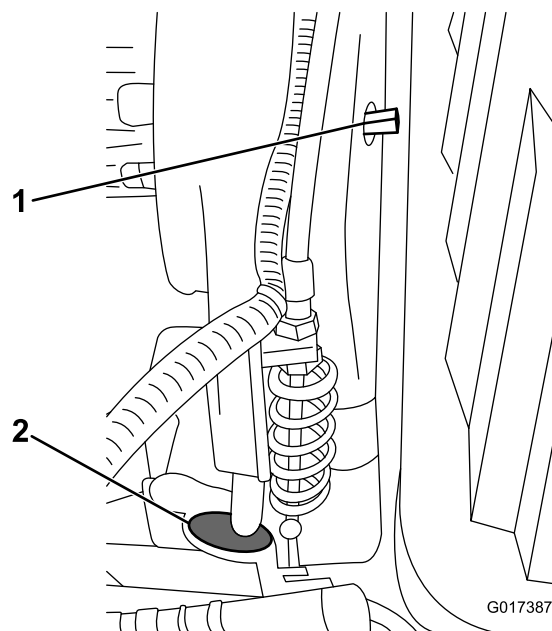
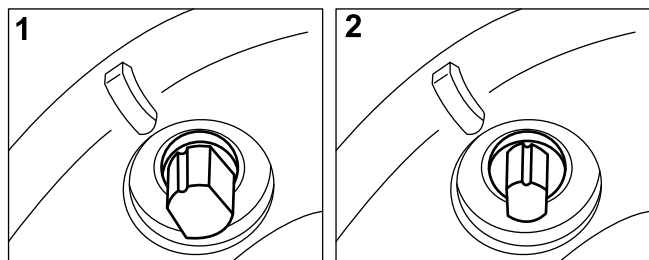

図 44
図 45
リールクラッチへのアクセスが必要な場合には、トランスミッションの正面についているゴム製のプラグを外す 図 44。
トランスミッションのベルトはスプリング付きのアイドラプーリで張りを出しています。ベルトの張りをなくしたい場合には、3/8 インチのレンチで入・切シャフト 図 44 を適当な位置まで回してください。シャフトを右に 1/4 回転させるとアイドラがベルトから外れてきます 図 45。
- 注** トランスミッションの正面についているゴム製のプラグ 図 44 を外すと、クラッチの歯を確認することができます。